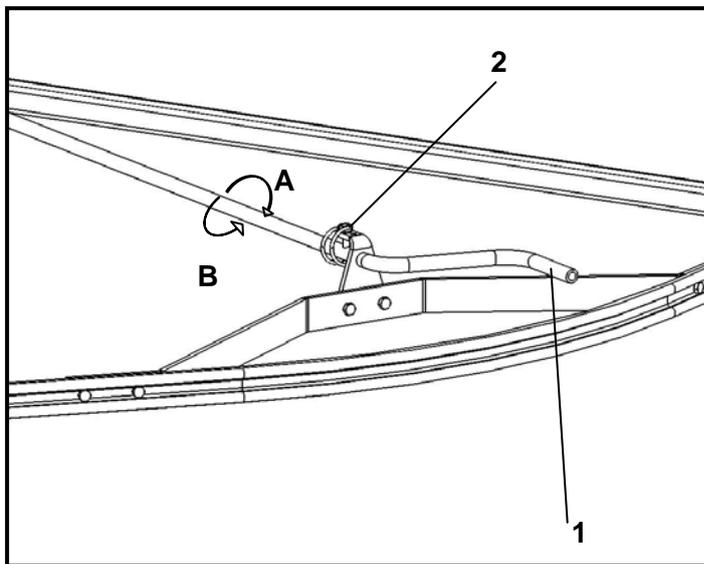

Abbildung 23
Damit sich die eingestellte Arbeitshöhe des Kreisels während des Einsatzes (durch Erschütterungen) nicht verstellt, muss der Rohrklappstecker (2) durch die Kurbelstange (1) gesteckt werden (Abbildung 23).